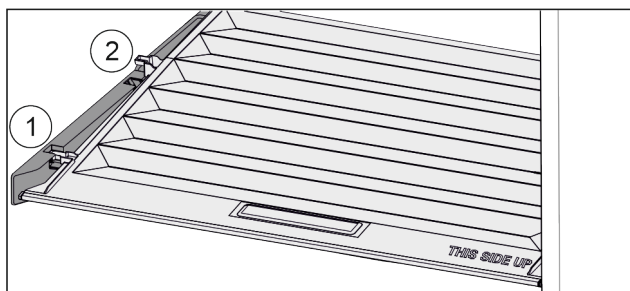

Fig. 152
- ▶ Vytáhněte víko dopředu až k otvoru v přídržných dílech Fig. 152 (1).
- ▶ Vzadu zespodu nadzvedněte a vyjměte směrem nahoru Fig. 152 (2).